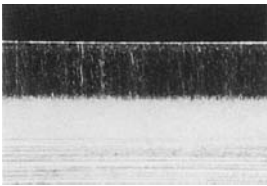

Abb. 20.2
**Abb. 20.2** zeigt das Ende des Feinschliffs. Es ist deutlich zu sehen, dass die feine Facette über die gesamte Messerlänge hinweg gleich breit ist. Kleine Kerben wurden erfolgreich entfernt. Die mit dem Mikroskop feststellbaren S-förmigen Schleiflinien an der Facette entstehen zwangsläufig beim Polieren und stellen keine Beeinträchtigung der Schnittqualität dar.